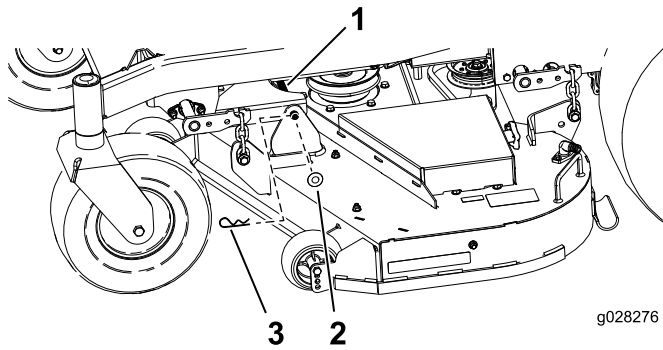

Figura 66
5. Retire la chaveta y la arandela que sujetan el pasador de enganche al bastidor y a la carcasa; retire el pasador de enganche (Figura 66).
9. Sujete el perno de enganche con las chavetas y las arandelas que retiró anteriormente (Figura 66).